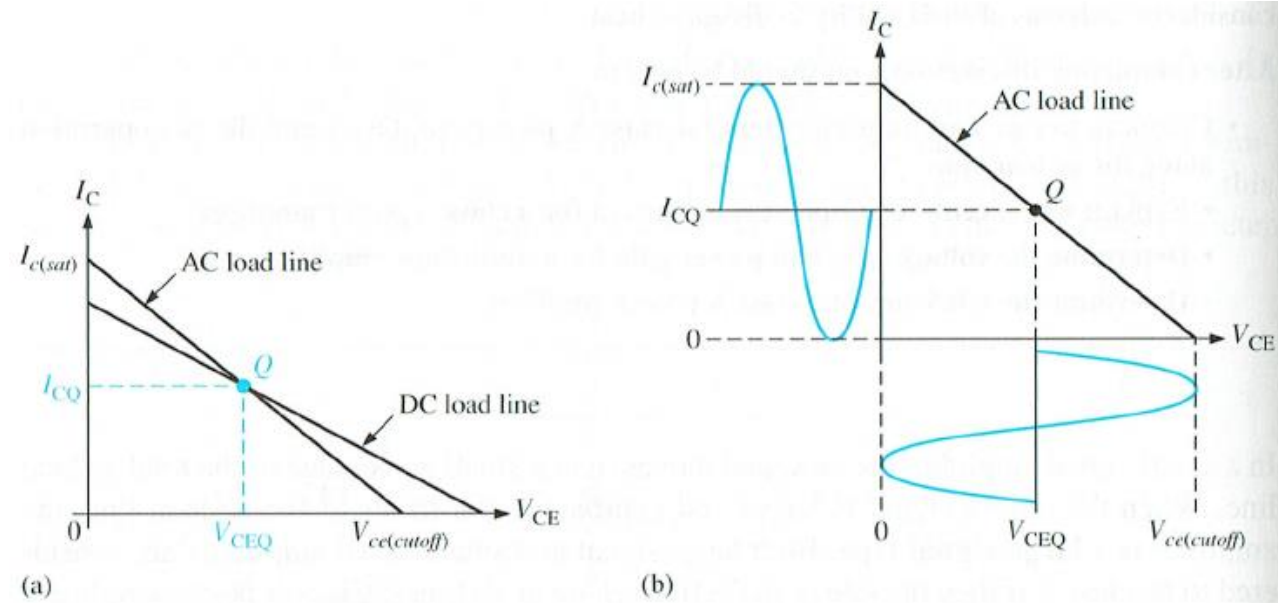

FIGURE 5-22 Maximum class A output occurs when the Q-point is centered on the ac load line.
- Als het werkpunt (Q-point) zich in het midden van de AC-belastingslijn bevindt, kan een maximaal klas A signaal bekomen worden. (Zie fig. 5-22)